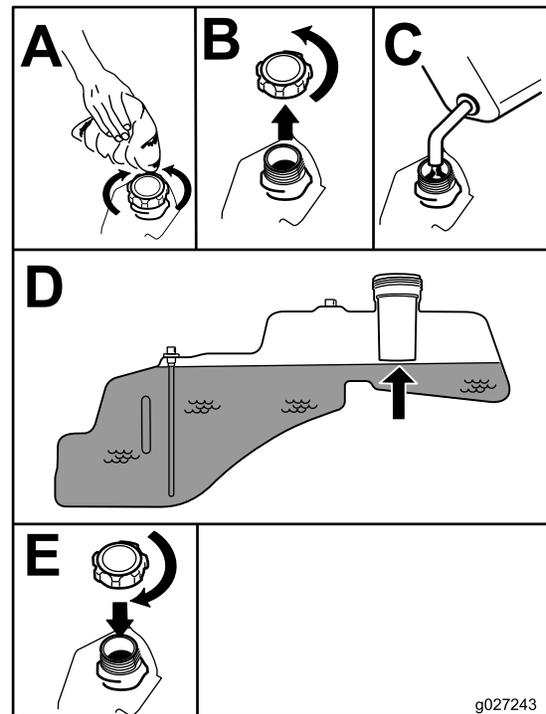

Figura 7
**Nota:** Pode utilizar janela do combustível para verificar a presença de gasolina antes de encher o depósito (Figura 7).